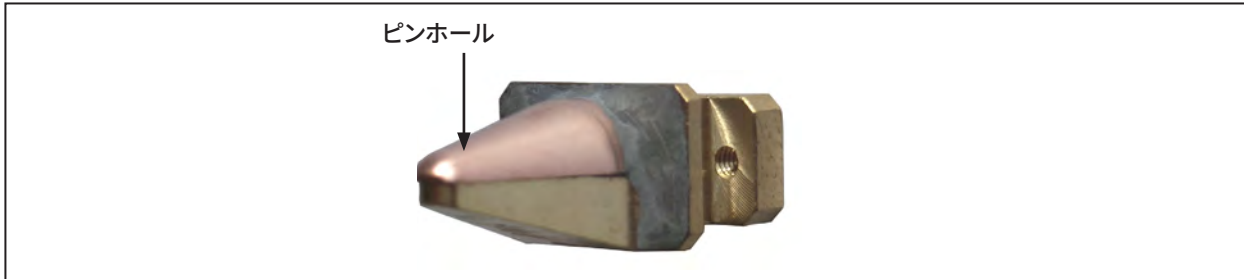

図 15.4: 測定チップの開口部(ピンホール)
8. 新しい測定チップを挿入します（ピンホールは凸面にあります（図15.4を参照してください）。または、測定チップを180度回転してください。